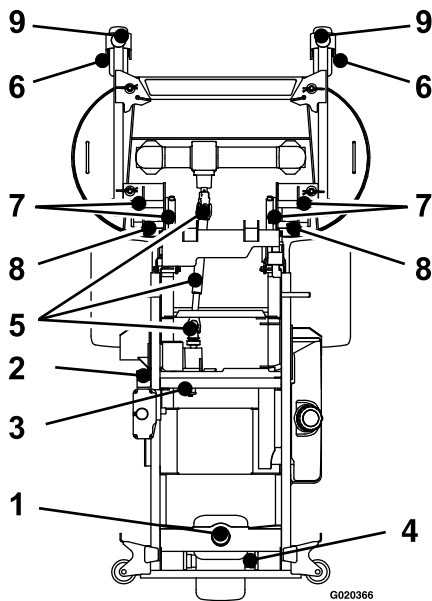

Figura 28
5. Lubrique el brazo tensor de la correa de la bomba (Figura 28).